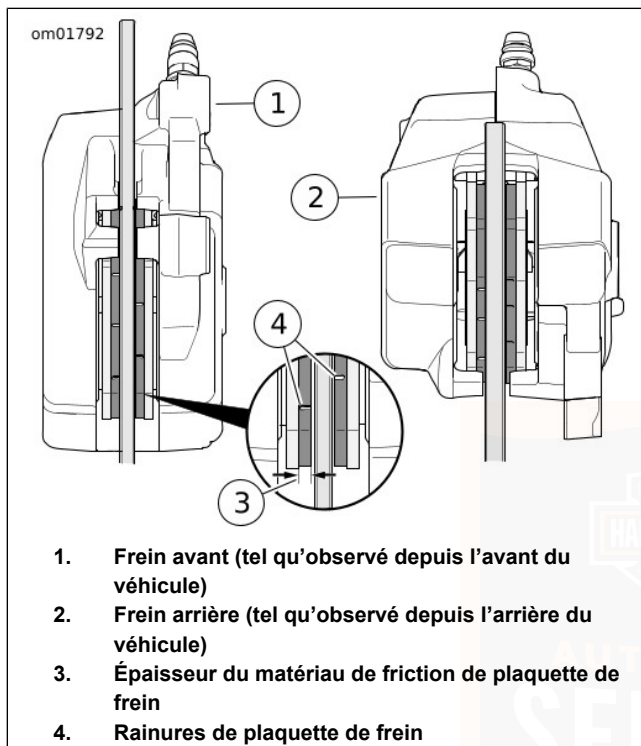

Figure 60. Matériau de friction de plaquette de frein
1. Voir Figure 60. Vérifier le disque de frein à mesure qu'il tourne. Le disque doit rester centré dans l'étrier de frein.